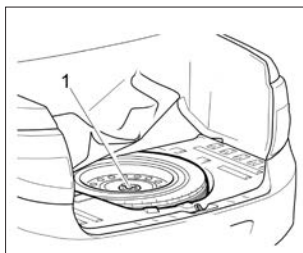

Рис. 53. Укладка запасного колеса
– вращая специальным ключом **2** зубчатый сектор **3** против часовой стрелки опустите автомобиль. Освободите домкрат. Подтяните болты и проверьте давление в шине. По окончании работ уложите замененное колесо в нишу багажного отделения, закрепите его винтом **1** (рис. 53) и закройте нишу ковриком.